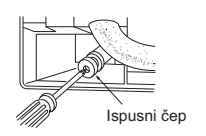

Fig. 3
- Postavite ispusni čep u deo na koji će odvodno crevo biti priključeno na zadnjoj strani unutrašnje jedinice. (Fig. 3)